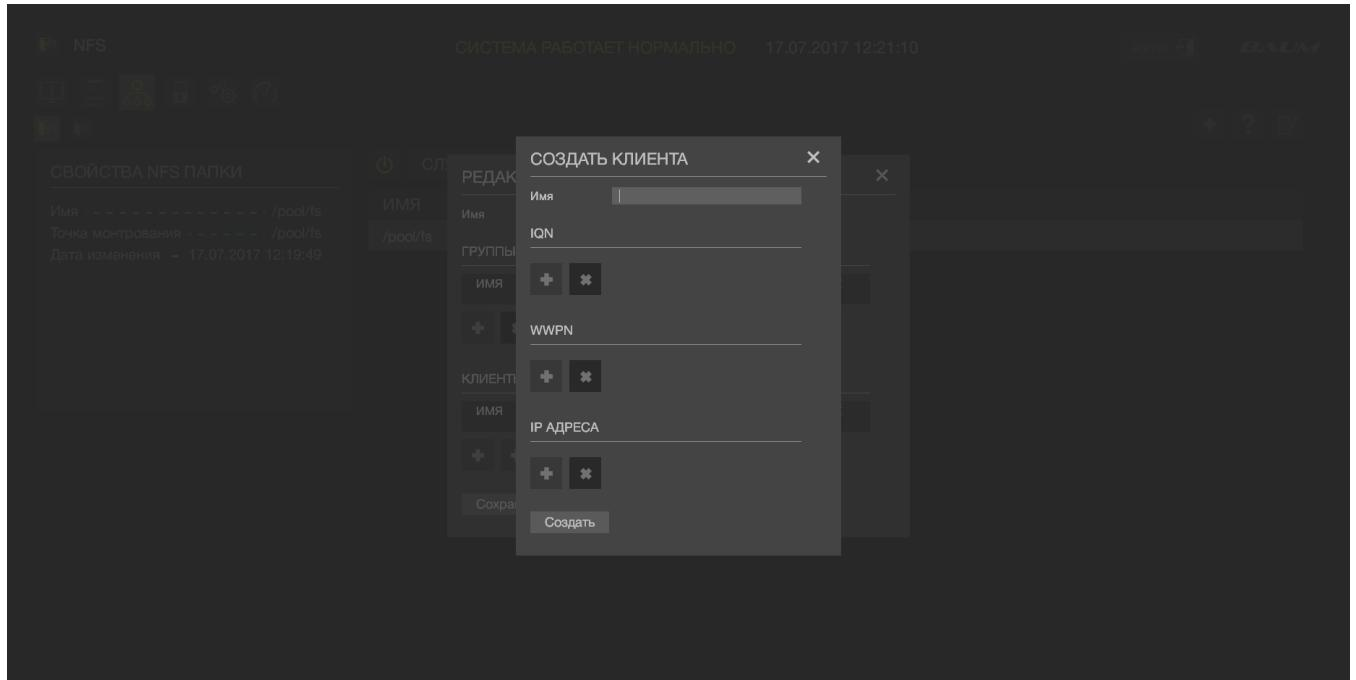

Рисунок 70 – Создание NFS клиента
- 5) В подменю «IP» нажать на кнопку «Добавить» (см. Рисунок 70)